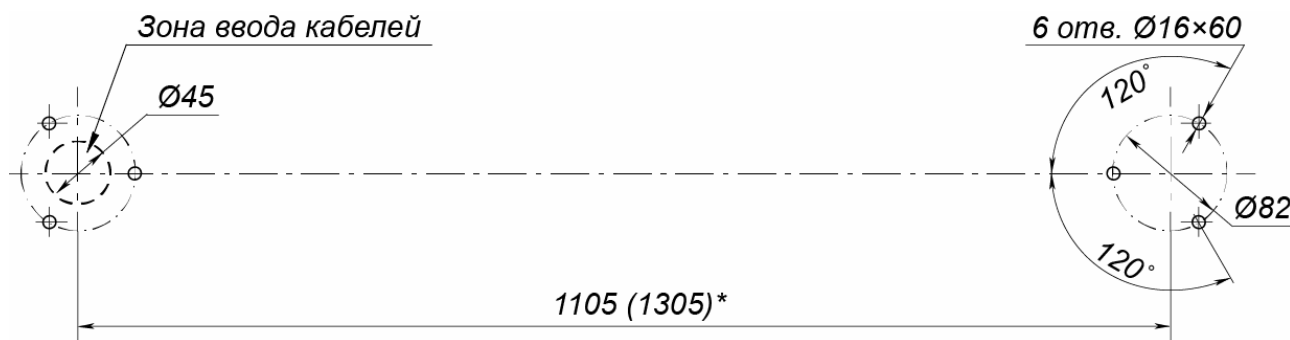

Рисунок 4. Расположение отверстий под анкерные болты во фланцах стоек поворотных секций ограждения
1. Разметьте центры установки стоек секции ограждения. Для нормальной работы электромагнитного УБ необходимо обеспечить расстояние между стойками 1105 мм – для секции ограждения с шириной прохода 1 м и 1305 мм – для секции ограждения с шириной прохода 1,2 м (см. рис. 4 и табл. 1 и 2).
2. От центров разметьте точки крепления фланцев стоек секции ограждения, как показано на рис. 4 – две группы по три отверстия Ø16×60 под анкеры M10.
3. Подготовьте в полу кабельный канал для проводов цепи питания и управления (см. рис. 4).